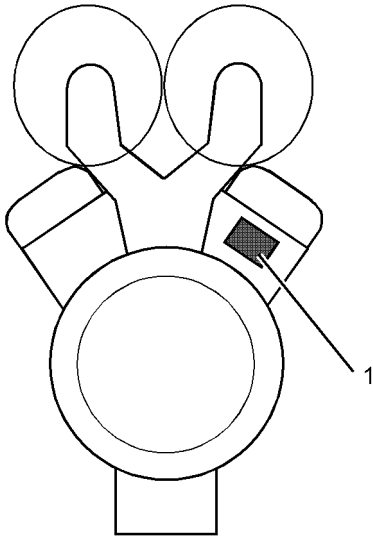

Abbildung 16
Das Seriennummernschild (1) bei einem V-Motor befindet sich auf der Rückseite des Zylinderblocks (Reihe A). Siehe Abbildung 16.